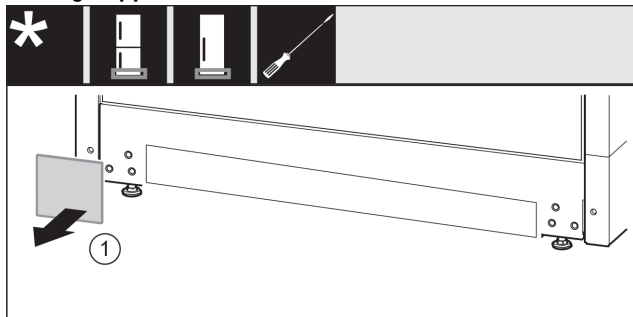

Fig. 31
- ▶ Rimuovere la copertura Fig. 31 (1).